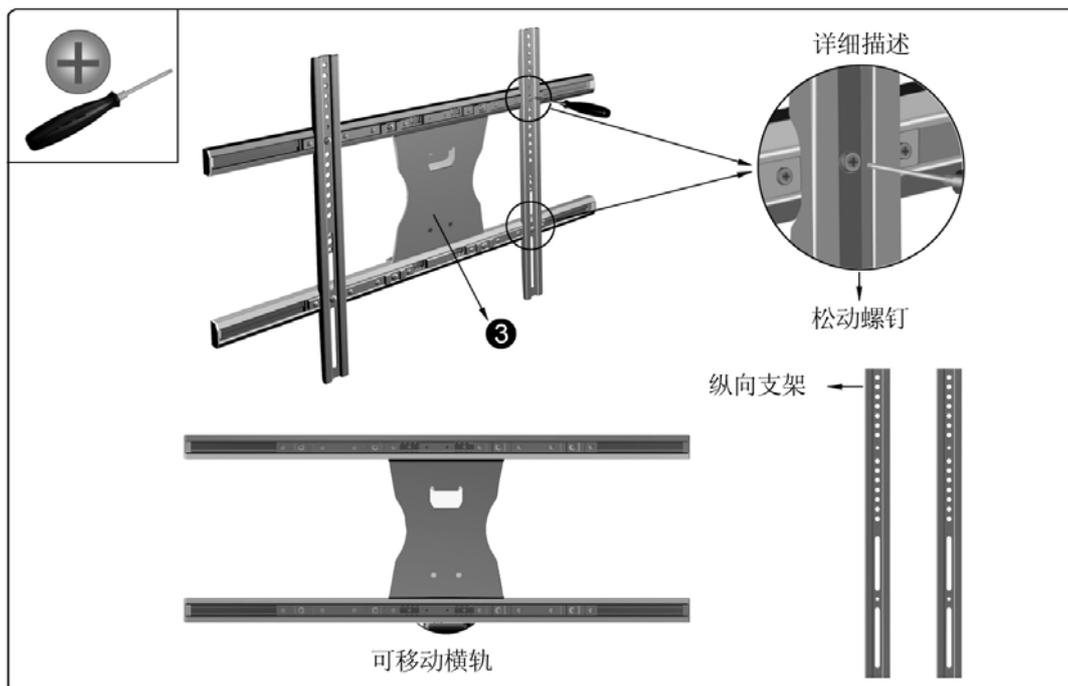

图 3-1
- 如果纵向支架的间距要调整的话，就必须拧开纵向支架的螺钉，把纵向支架朝里安装（如图 3-1）。